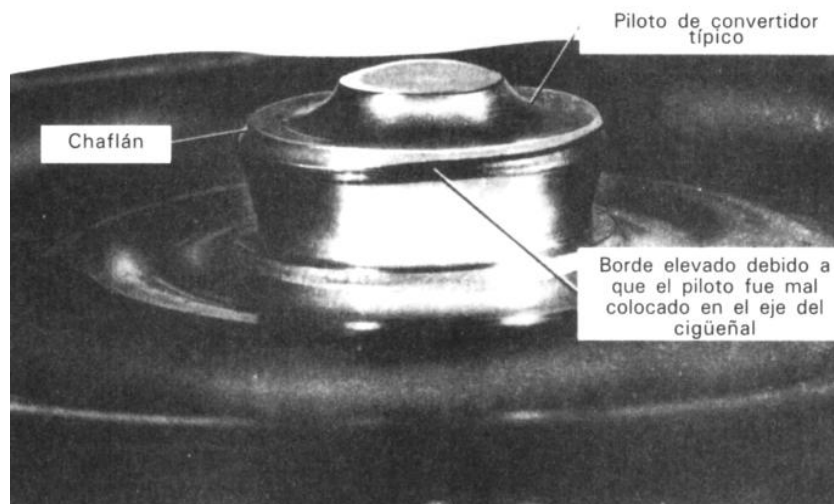

Fig. 4.7 Piloto del convertidor roto o dañado
8. Compruebe si hay algún piloto del convertidor roto o dañado (Ver Fig. 4.7). Los pilotos dañados impiden el buen ajuste entre el convertidor y el diámetro interno del cigüeñal y da lugar a una mala alineación del convertidor.